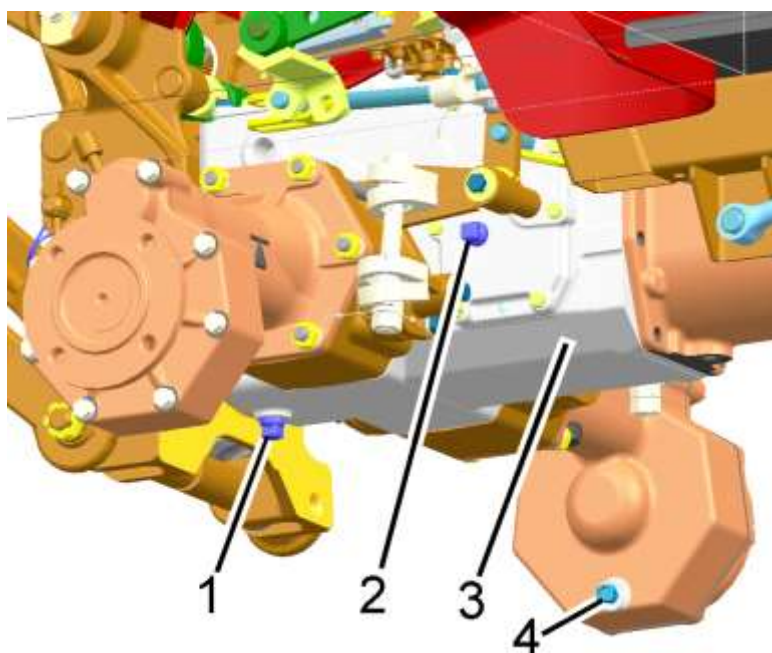

Рисунок 6.4.6 – Проверка уровня масла в корпусе заднего моста
- отверните контрольно-заливную пробку 2 (рисунок 6.4.6);
- отверните контрольно-заливную пробку 2 (рисунок 6.4.6), сливные пробки 1 и 4 из корпуса заднего моста 3 и слейте масло в специальную емкость для отработанного масла;